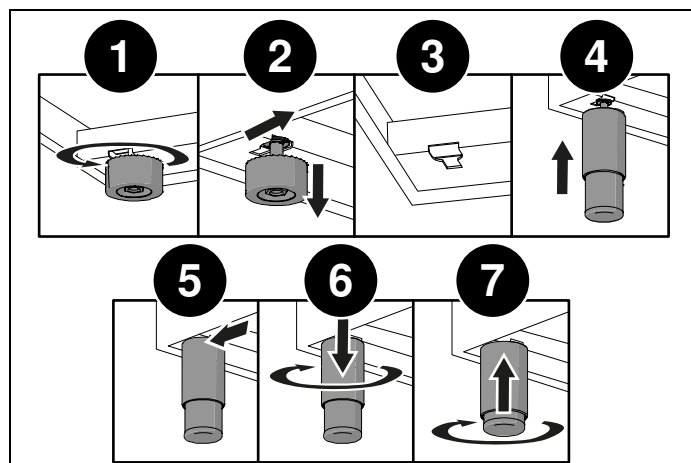

Fig. 5
- Montera bort stöden (1 och 2, Fig. 5 ),
- För in stödbenen i de brickförsedda hålen i den undre delen av apparaten (3 och 4, Fig. 5 ),
- Skruva fast stödbenen tills de är fast förankrade i basen (5 och 6, Fig. 5 ),
Reglera till korrekt höjd på stödbenen (7, Fig. 5 ).
När apparaten sänks ner, undvik att forcera stödbenen (Fig. 5 ). Använd ett mellanlägg på basen eller en lastpall för att undvika att luta spisen.